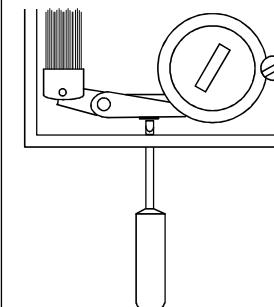

Bild 1
- Drehen Sie den Sollwertknopf, bis Sie den Schaltpunkt finden. Ist der Schaltpunktwert höher als der gemessene Istwert, sollte die Kalibrierschraube im Uhrzeigersinn gedreht werden. Ist der Schaltwert kleiner als der Messwert, sollte die Schraube gegen den Uhrzeigersinn gedreht werden. Die Kalibrierschraube ist mit einem schmalen Schraubendreher durch die Schlitzte am unteren Ende des Hygrostats zugänglich. Siehe Abb. 1. Stellen Sie die Kalibrierschraube so ein, dass der Mikroschalter hörbar umschaltet, wenn der Sollwertknopf auf den Istwert Feuchte eingestellt wird.